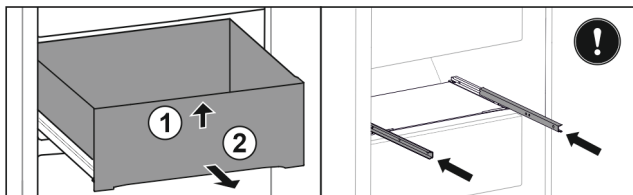

Fig. 158
- ▶ Приподнимите выдвижной ящик спереди. Fig. 158 (1)
- ▶ Извлеките выдвижной ящик движением вперед. Fig. 158 (2)